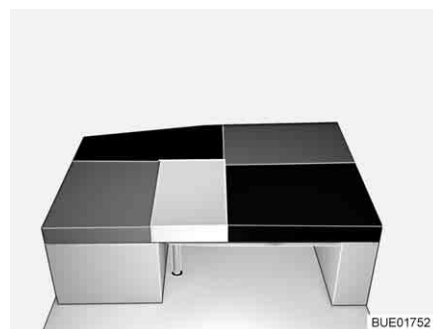

Bild 129 Efter ombyggnaden
- Lägg ryggdynan av sidosätet/sidosittbänken på bordet (mellan sittdyna av sidosätet/sidosittbänken och den extra dynan, se Bild 129).